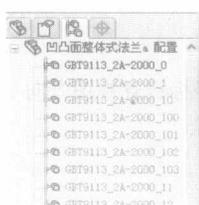
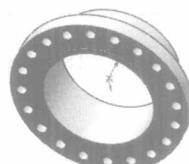

图 1-13 2000-0 配置下的零件
图 1-14 2000-100 配置下的零件
(3) 配置管理器。配置管理器是对零件进行系列化设计的工具，如图 1-13、图 1-14 所示，选择不同的配置时，将显示不同的零件。